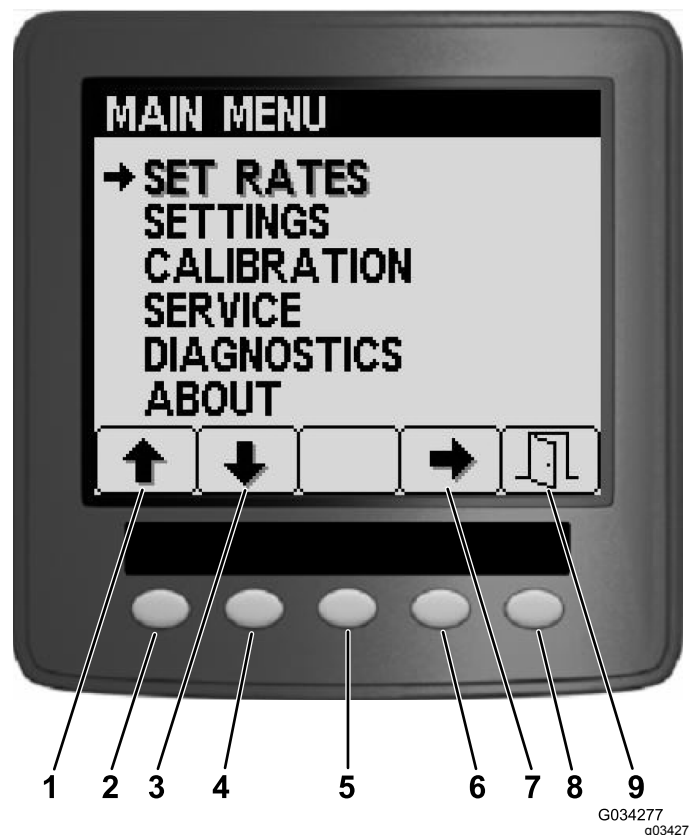
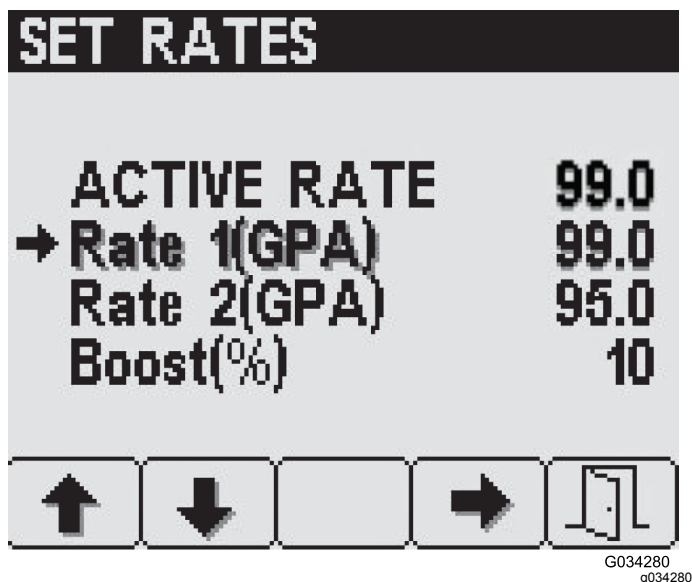
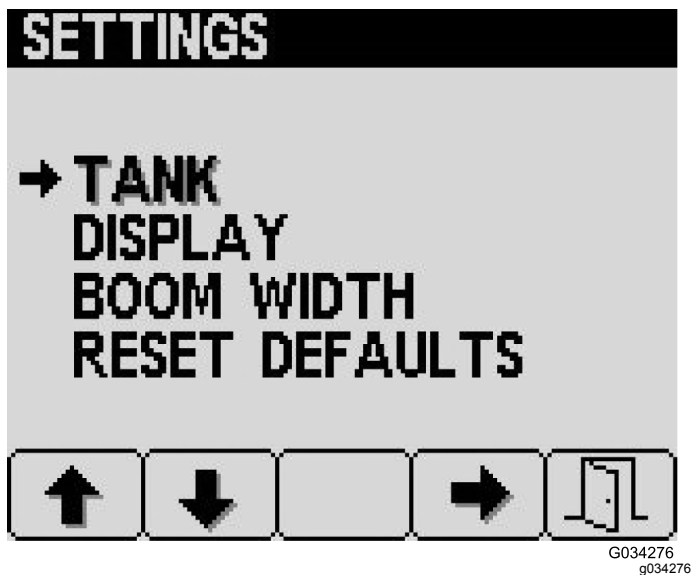

Figure 16
Figure 17
Figure 19
Dans l'écran Menu principal, vous pouvez accéder aux écrans Débits programmés, Réglages, Étalonnage, Entretien, Diagnostics et À propos (Figure 16).
Pour ouvrir l'écran Débits programmés, appuyez sur le bouton 2 dans l'écran Menu Principal (Figure 16) jusqu'à ce l'option Débits programmés soit atteinte, puis appuyez sur le bouton 4 pour sélectionner cette option (Figure 17).
1. Appuyez sur le bouton 1 ou 2 jusqu'à ce que le débit voulu ou le pourcentage de taux poussé soit atteint (Figure 17).
Pour ouvrir l'écran Réglages, appuyez sur le bouton 2 de l'écran Menu principal (Figure 16) jusqu'à ce que l'option Réglages soit atteinte, et appuyez sur le bouton 4 pour la sélectionner (Figure 19).
1. Appuyez sur le bouton 4 de l'écran Réglages pour sélectionner les réglages de la cuve (Figure 19).
1. Appuyez sur le bouton 2 de l'écran menu Réglages jusqu'à ce que l'option Réglages de l'affichage soit atteinte, et appuyez sur le bouton 4 pour sélectionner Affichage (Figure 19).
Les réglages de largeur de rampe sont prédéfinis à l'usine (Figure 19).